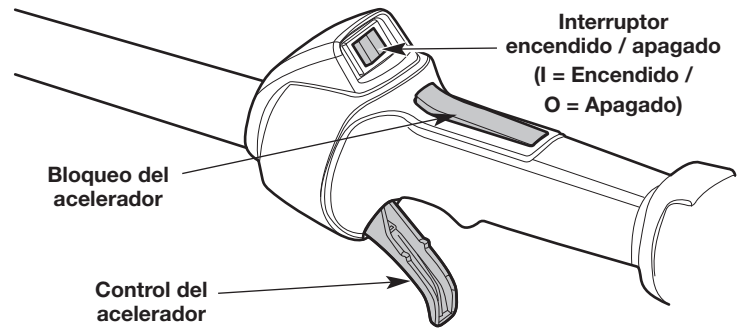

Fig. 13
**NOTA:** No hay necesidad de encender la unidad. El interruptor de Encendido/Apagado debe estar en la posición **Encendido (I)** en todo momento (Fig. 13).
4. Oprima y mantenga apretado el bloqueo del acelerador (Fig. 13). Apriete y mantenga oprimido el control del acelerador (Fig. 13).
2. Oprima y mantenga apretado el interruptor de encendido/apagado en la posición **Apagado (O)** hasta que el motor se pare por completo (Fig. 13).